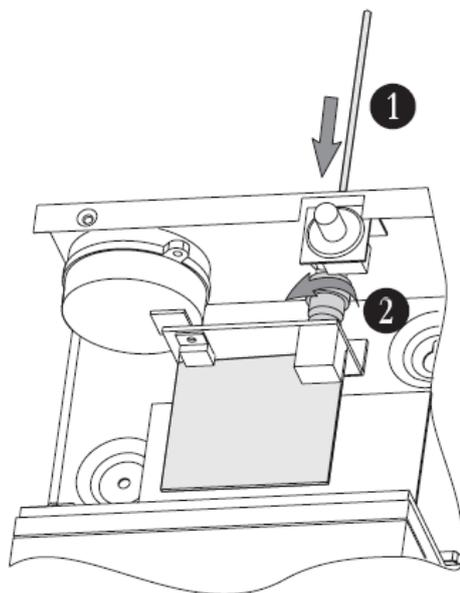

Рисунок 7. Монтаж антенны
2. открутить пластмассовое кольцо антенны в направлении, обратном указанному на схеме (рис. 7);